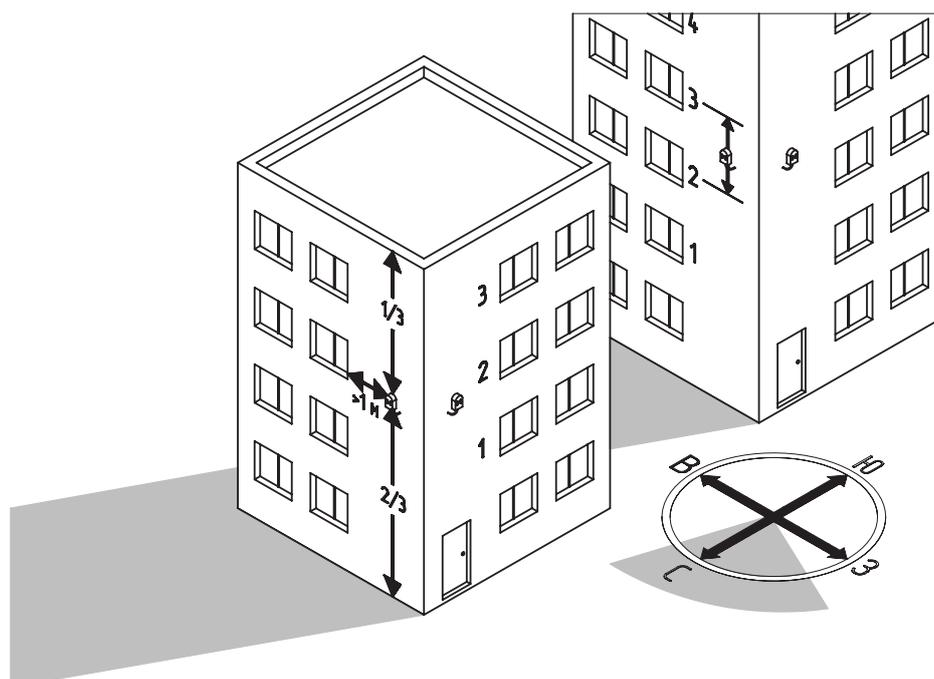

Рис. 27 Место размещения датчика уличной температуры
- Датчик наружной температуры необходимо устанавливать на местах, недоступных воздействию прямых солнечных лучей, или иных источников тепла (окон, дверей, выводов пароуловителей и т.п.), см. **Рис. 27**;